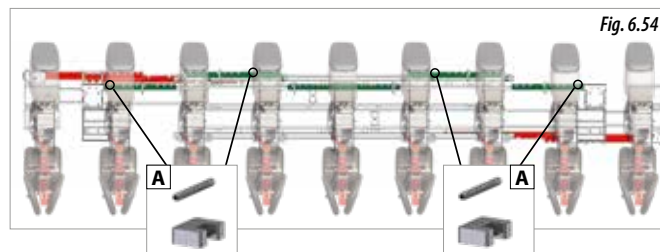
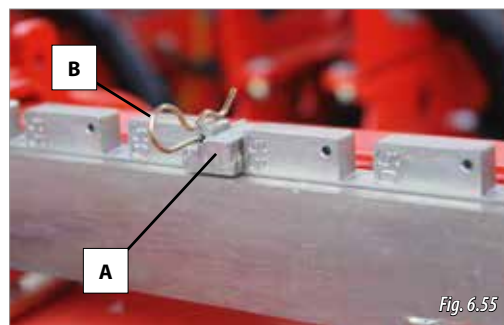

Fig. 6.54
Fig. 6.55
Pour régler la machine, agissez sur les **6 butées d'ouverture entre rangs** (A, Fig. 6.55) à la distance voulue indiquée par les mâts des éléments (en ROUGE, Fig. 6.54). Pour régler l'écartement, procédez comme suit :
- 1- Retirez la goupille (B, Fig. 6.55).
- 2- Retirez la butée d'ouverture (A, Fig. 6.55).
CE CHÂSSIS EST DOTÉ DE BUTÉES FIXES (A, Fig. 6.54) QUI DOIVENT ÊTRE MONTÉES SUR LES CRANS DES MÂTS SANS NUMÉROS (en VERT, Fig. 6.54). CES BUTÉES FIXES NE DOIVENT SOUS AUCUN PRÉTEXTE ÊTRE DÉMONTÉES CAR CELA POURRAIT OCCASIONNER DES DOMMAGES AU SEMOIR.